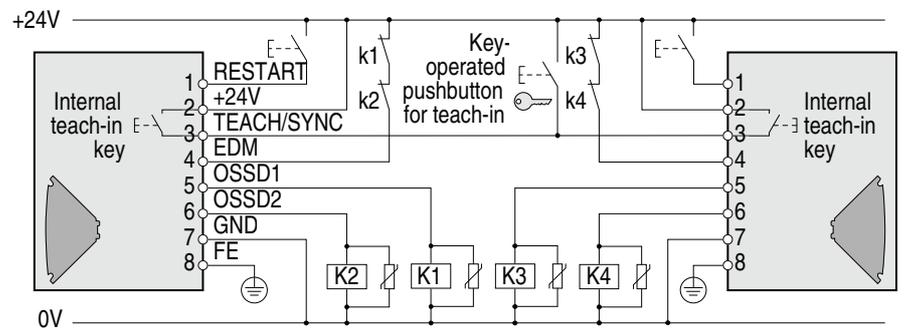

图 23 - 连接两台同步 SC300
- 如果在一个应用项目中使用两台 SC300，则两个系统应使用同一外部钥匙操作式示教按钮 ( 参见图 23 )。